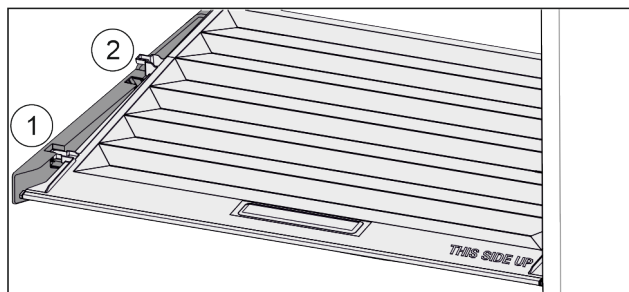

Fig. 161
- ▶ Trekk dekkelet til åpningen i holdedelene fremover *Fig. 161 (1)*.
- ▶ Løft ut nede bak og ta opp og ut *Fig. 161 (2)*.